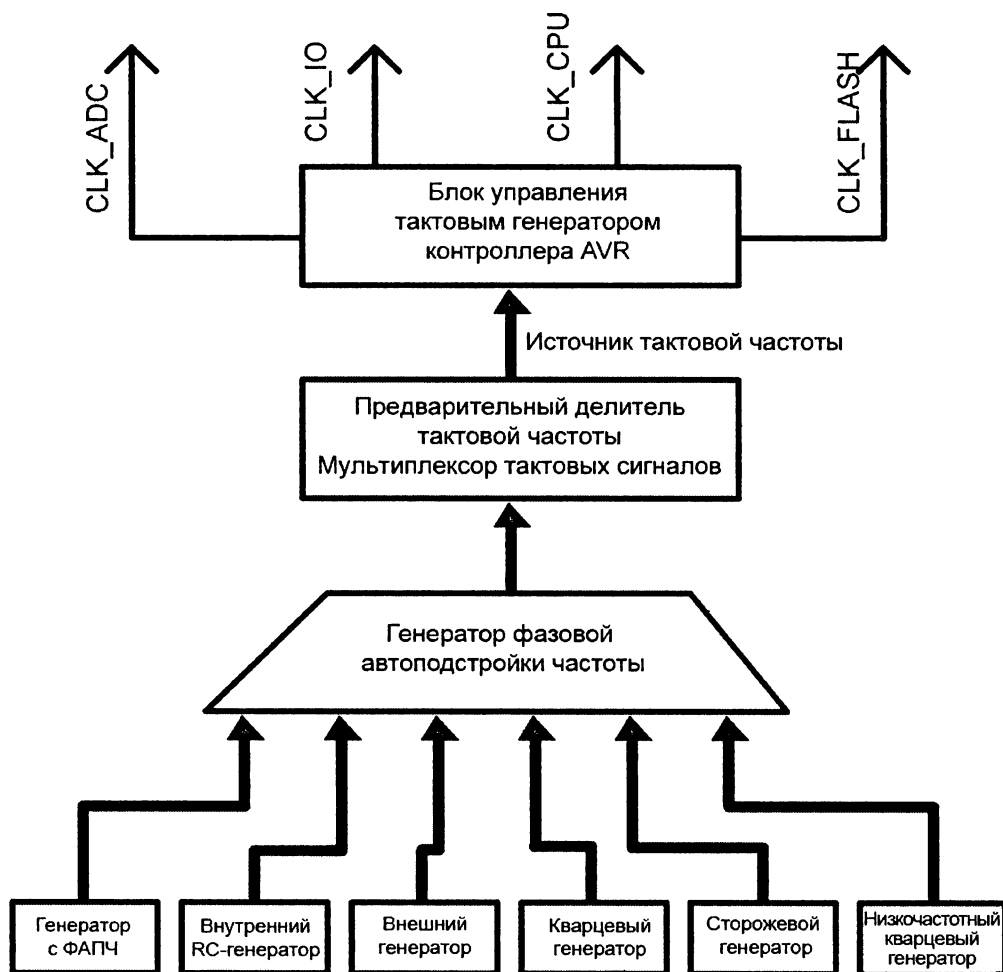

Рис. 1.9. Источники сигнала тактовой частоты
- CLK_ADC — в отличие от других модулей ввода/вывода, АЦП получает отдельный тактовый сигнал, чтобы во время работы АЦП можно было прервать другие тактовые сигналы (для снижения помех остальных цифровых цепей). Это позволяет получить более точные результаты аналого-цифрового преобразования. На рис. 1.9 показаны разные варианты подачи сигнала тактовой частоты.